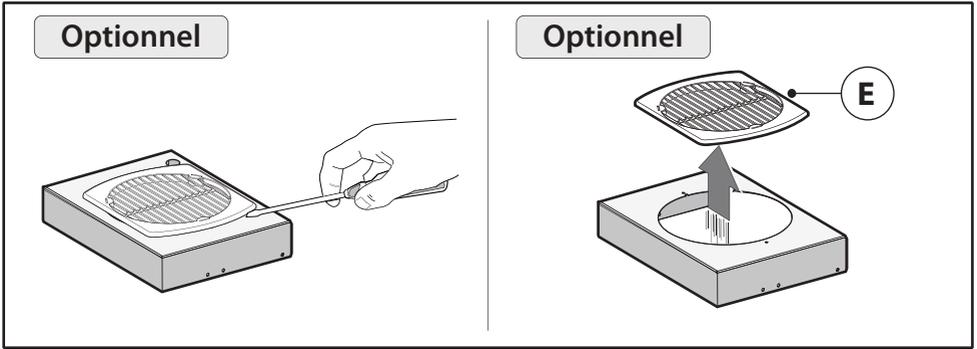

Fig.5
-Vous devez commander la pièce **M** (optionnel) à votre revendeur (Fig.5).
- Décrocher le boîtier **M** et enlever la grille **E** (Fig. 5).